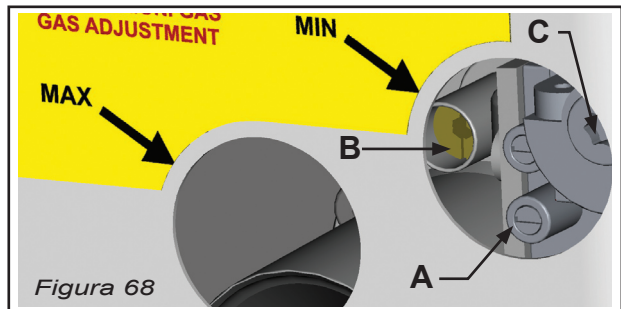

Figura 68
Verificare, sia a bruciatore spento che acceso, la pressione del gas a monte dell'apparecchio collegando un manometro alla presa di pressione "A" della valvola gas dopo aver svitato la vite interna alla presa stessa (figura 68).
**ATTENZIONE:** TERMINATA LA TARATURA ASSICURARSI DI AVER RIAVVITATO LA VITE DI PRESA PRESIONE GAS "A" (FIGURA 68 PAG.37) E AVER RIPIORTATO LE CONDIZIONI DI PERFETTA TENUTA DEL CONDOTTO DI SCARICO FUMI.